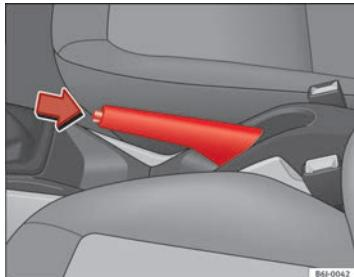

Fig. 111 Freno de mano entre los asientos delanteros
- Tire con fuerza de la palanca del freno de mano hacia arriba ⇒ fig. 111.
- Tire ligeramente de la palanca hacia arriba, presione el botón de desbloqueo en la dirección de la flecha ⇒ fig. 111 y baje completamente la palanca ⇒ △.